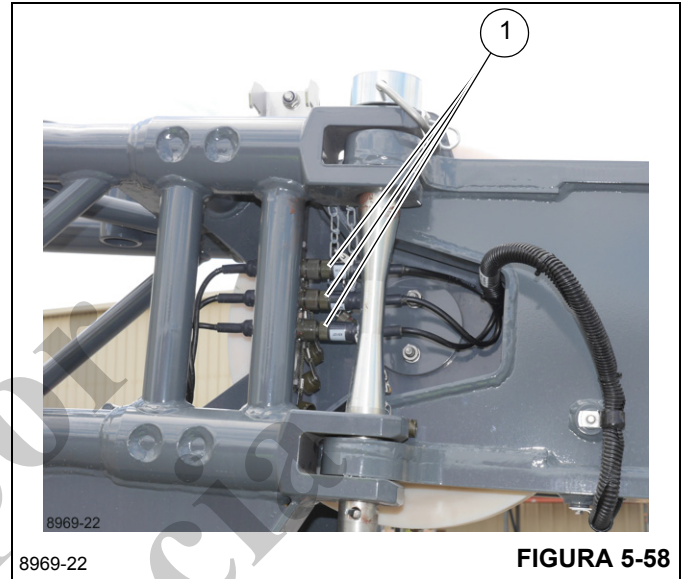

FIGURA 5-58
- b. Conecte los enchufes (1, Figura 5-58) a los receptáculos asegurándose que el número del cable del enchufe corresponda al número del receptáculo.